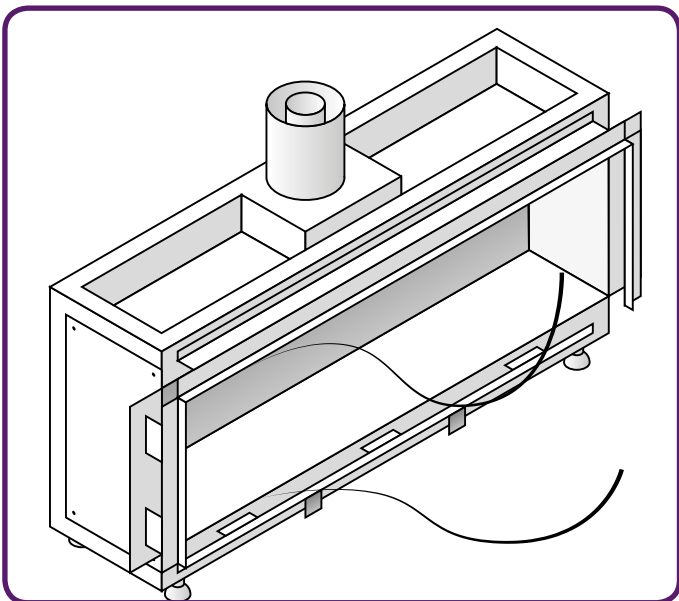

Abbildung 10.4 - Entfernen der Gurte
- Lösen Sie die Gurte die die Scheibe halten (**Abbildung 10.4**).